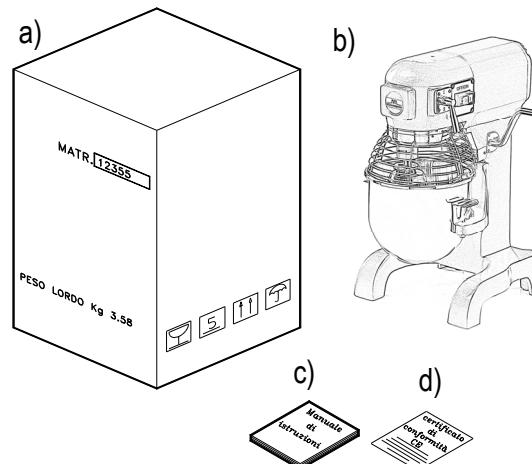

FIG. n.3 - Description de l'emballage
3.1 - EXPEDITION DE LA MACHINE (voir FIG. n.3)
A la réception du colis, si celui-ci ne montre pas de signes d'endommagements extérieurs, l'ouvrir en contrôlant que tout le matériel soit présent à l'intérieur (voir FIG. n.3). Si au moment de la livraison, le colis présente des signes d'altération, de chocs ou de chute, il faut signaler le dommage au transporteur, et dans les 3 jours de la date de livraison indiquée sur les documents, rédiger un rapport précis des éventuels dommages que la machine a subis. **Ne pas retourner l'emballage!!** Au moment du transport, s'assurer que le colis soit saisi solidement par les 4 points fondamentaux (en le maintenant parallèle au sol).